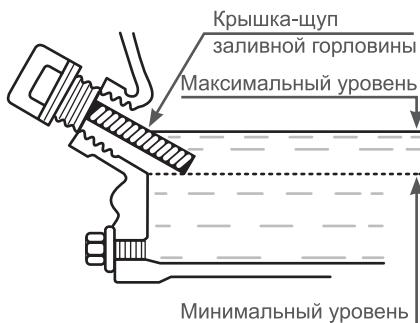

Рис.11 Уровень масла в картере
- Установите на место крышку/щуп, не закручивая его. Снова извлеките щуп, уровень масла должен соответствовать верхней отметке на щупе Рис.11, что соответствует нижнему краю маслозаливной горловины.